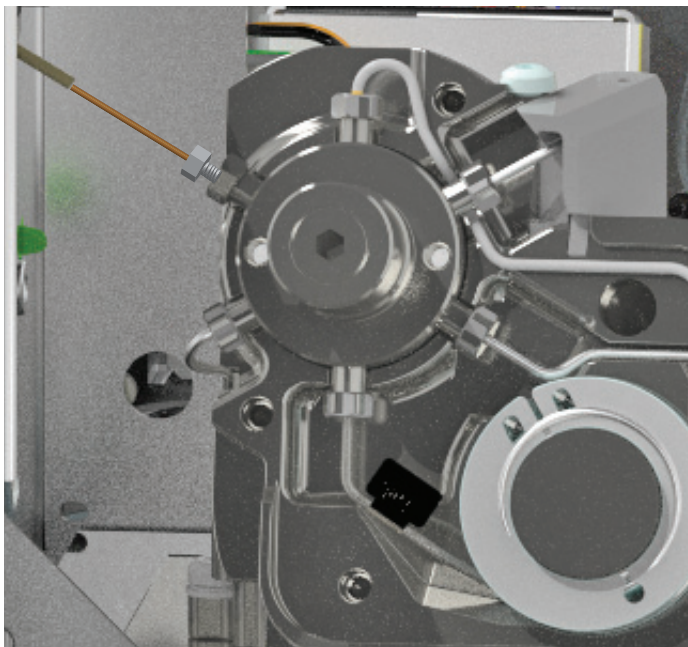

Figura 28. Linea di trasferimento installata in una valvola a 6 porte
- 14 Guidare delicatamente la silice fusa nel raccordo del riduttore (il dado da 1/4" già all'interno della valvola a 6 porte) fino in fondo, finché non si arresta. Far scorrere la ferrula in poliammide e il dado da 3/16" nel dado da 1/4". Serrare a mano il dado da 3/16", quindi stringere il dado di un ulteriore quarto di giro. Vedere la **Figura 28**.